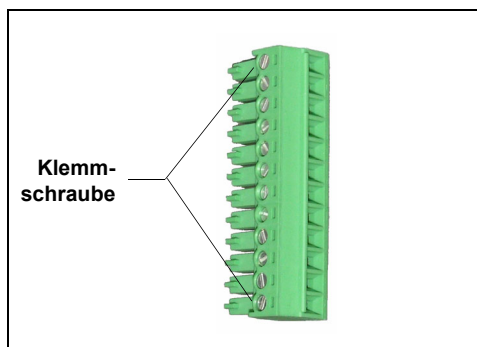

Abbildung C-2. 12-Pin-Anschlussstecker
1. Entnehmen Sie den 12-Pin-Anschlussstecker (P/N 923686) (siehe Abbildung C-2) dem ICS-900-Liefersatz (P/N 067768).